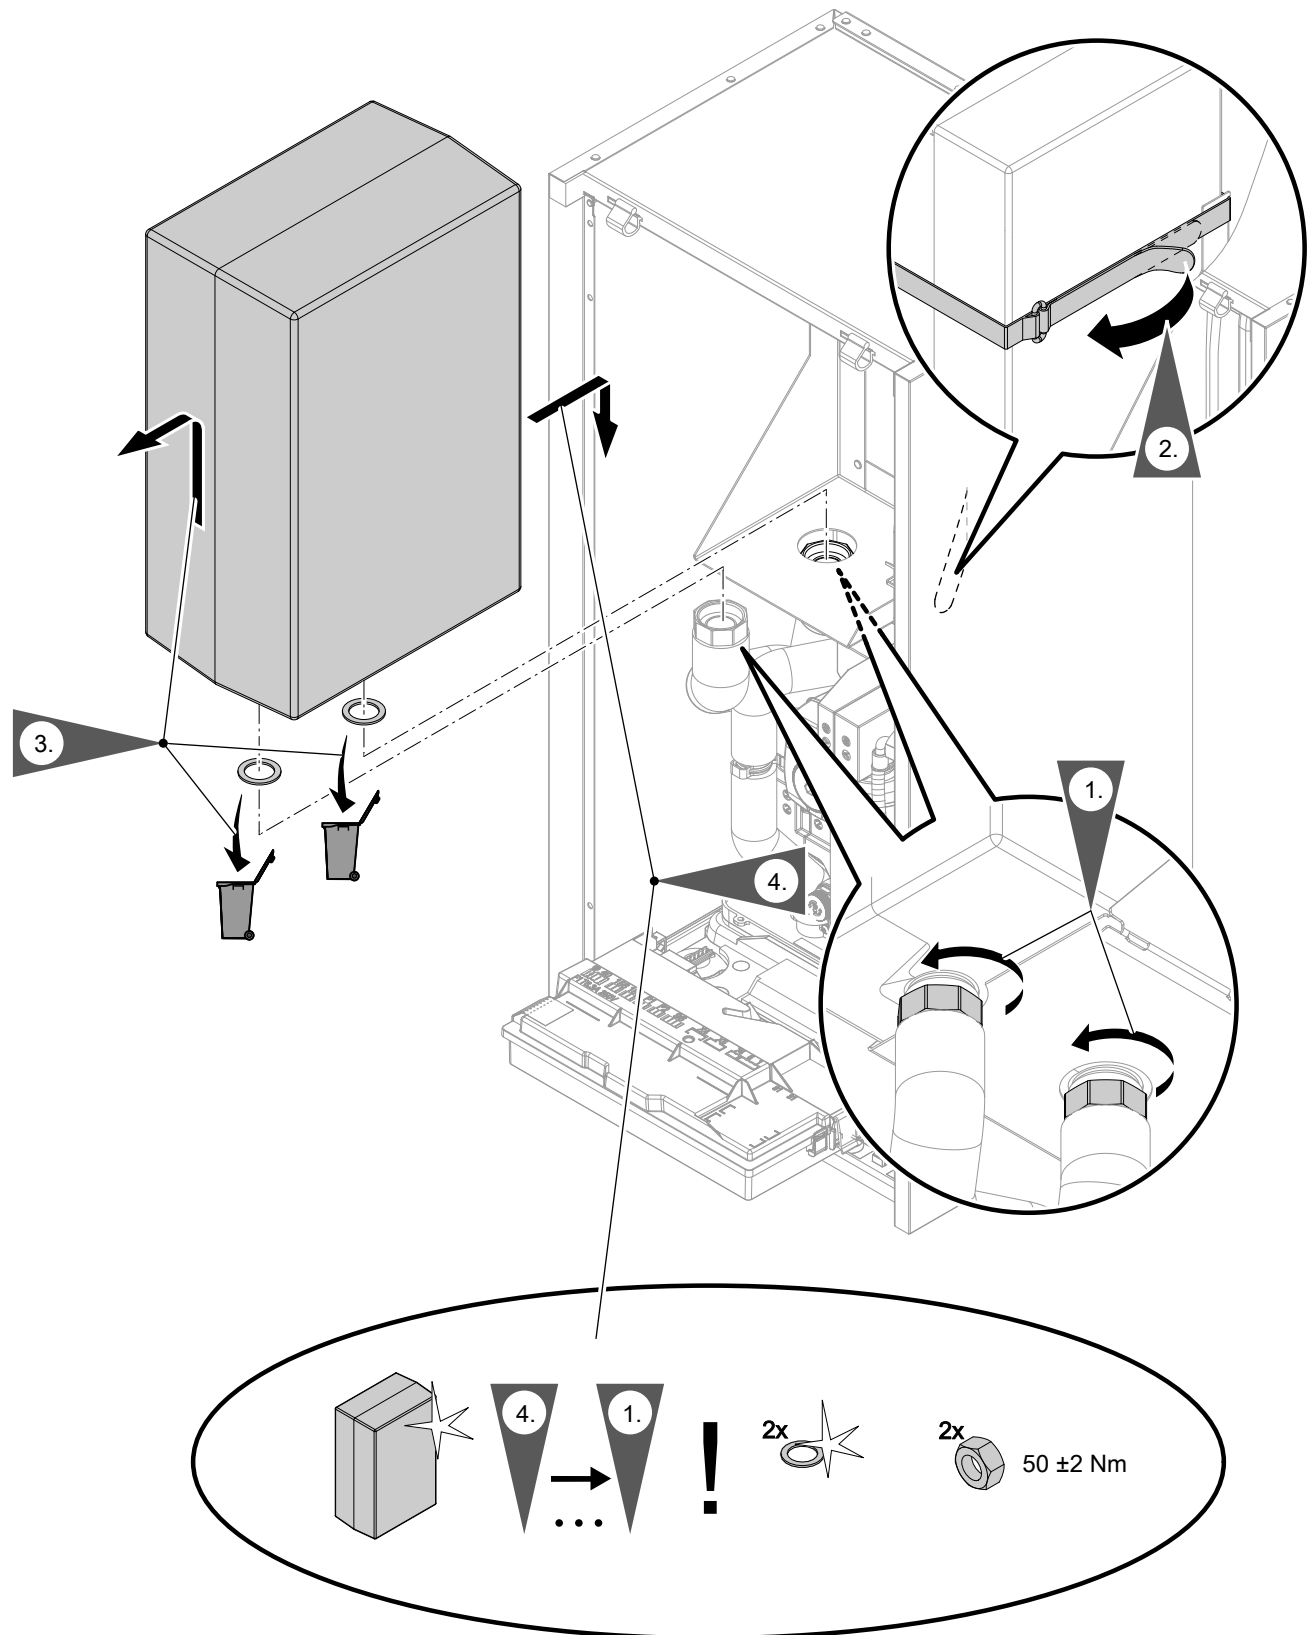

Abb. 83
- Integrierter Pufferspeicher: Siehe Abb. 83.